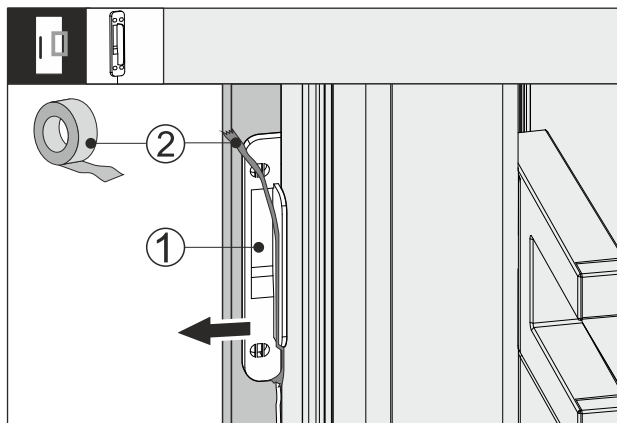

Fig. 64
- ▶ Maak de tape Fig. 64 (2) op de klopsensor Fig. 64 (1) los.